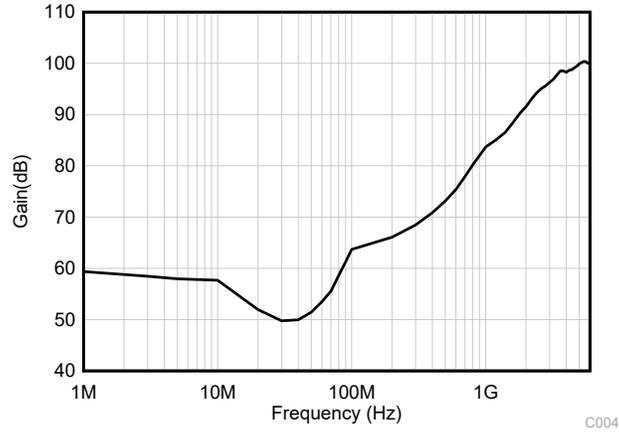

图 7-3. EMIRR 测试
OPAx991 通过集成电磁干扰 (EMI) 滤波降低无线通信设备、混合使用模拟信号链和数字元件的高密度电路板等干扰源产生的 EMI 效应。利用电路设计技术可以提高 EMI 抗扰度；OPAx991 从这些设计改进中受益。德州仪器 (TI) 已经开发出在 10MHz 至 6GHz 宽频谱范围内准确测量和量化运算放大器抗扰度的功能。图 7-3 显示了对 OPAx991 执行此测试的结果。表 7-1 显示了 OPAx991 在实际应用中常见特定频率下的 EMIRR IN+ 值。 运算放大器的 EMI 抑制比 应用报告包含了与运算放大器相关的 EMIRR 性能主题，该报告可在 www.ti.com 上下载。